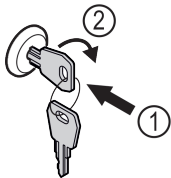

Fig. 103
- ▶ Вставьте ключ Fig. 103 (1).
- ▶ Поверните ключ на 90° по часовой стрелке Fig. 103 (2).